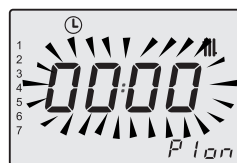

Figura 2.13
Premere i tasti 12 o 13 (Figura 2.12) per selezionare il singolo giorno (1)(2)(3)(4)(5)(6)(7) oppure se si vogliono gruppi di giorni con la stessa programmazione di fasce orarie tenere premuto il tasto 12 fino alla visualizzazione dei gruppi (1÷5), (1÷6), (1÷7), (6÷7) (lampeggiano), quindi confermare premendo il tasto 15. I giorni o gruppi di giorni selezionati saranno indicati tramite le relative icone sul lato sinistro dell'LCD Figura 2.13.